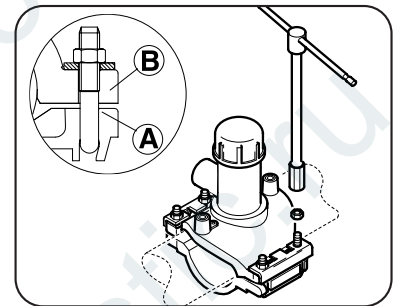
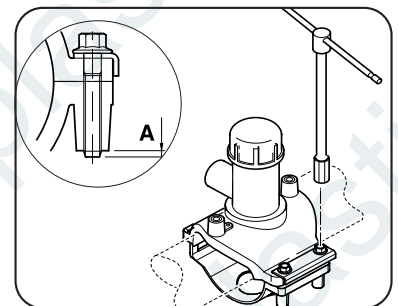
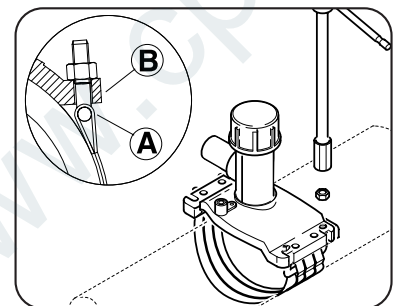

FIG.1
FIG.2
FIG.3
3 (I) - COLLARI CON FONDO STAFFA RIGIDO: Serrare i quattro dadi, utilizzando l'apposita chiave fino a portare a contatto le due semiselle A e B (vedi Fig. 1). - **COLLARI AD ATTACCO RAPIDO:** Bloccare le parti forate della semisella inferiore ai rilievi posti nella parte superiore del collare. Far scorrere la piattina in acciaio sulla parte di fissaggio del collare e serrare le due viti fino a vederle sporgere nella parte inferiore in posizione A (vedi Fig. 2). - **COLLARI CON CINGHIA:** serrare i quattro dadi utilizzando l'apposita chiave fino a portare a contatto il perno A e la semisella B (vedi Fig. 3). **(DE) - SCHELLEN MIT KUNSTSTOFFUNTERTEIL:** Befestigen Sie die vier Schrauben Ziehen Sie so lange an, bis die Schraubverbindung und die Oberseite der Schelle sich berühren (siehe Fig.1). - **BEI ANBOHRSCHELLEN MIT SCHNELLVERSCHLUSS VERBINDEN:** Sie das ausgestanzte untere Teil mit den Verzahnungen im oberen Teil. Schieben Sie das Metallband an den vorgesehenen Platz und benutzen Sie einen Schraubenschlüssel um die beiden Schrauben so lange zu drehen, bis Sie wie in Position A zu sehen sind (Fig. 2). - **SCHELLEN MIT EINEM GURT:** Befestigen Sie die vier Schrauben Ziehen Sie so lange an, bis die Schraubverbindung A und die Oberseite der Schelle B sich berühren (Fig. 3). **(ES) - DERIVACIONES CON LA PARTE INFERIOR DE PLÁSTICO RÍGIDO:** Apretar los cuatro tornillos, usando la llave adecuada hasta poner en contacto la parte inferior y superior de la derivación A y B (ver Fig. 1). - **COLLARES DE ENGANCHE RÁPIDO:** bloquear las partes perforadas de la concha inferior con los relieves de la parte superior del collar. Deslizar la banda de acero encima de la fijación del collar y apretar los dos tornillos hasta que asomen de la parte inferior en la posición (ver fig. 2). - **DERIVACIONES CON CORREA:** Apretar los cuatro tornillos, usando la llave adecuada hasta poner en contacto el tornillo A y la parte superior de la derivación B (ver figura 3). **(F) - SELLE DE DÉRIVATION AVEC COQUILLE RIGIDE:** Serrer les 4 boulons à l'aide de la clef prévue jusqu'à ce que les deux demi coquilles A et B soient en contact (voir fig. 1). - **SELLES DE DÉRIVATION AVEC ACCROCHAGE RAPID:** bloquer les parties trouées de la coquille inférieur avec les reliefs dans la coquille haute. Faire glisser la bande en acier sur le fissage du collier et serrer les deux vis de serrage jusqu'à les voir saillir à côté inférieur en position A (voir fig. 2). - **COLLIER AVEC SANGLE:** Serrer les 4 boulons à l'aide de la clef prévue à cet effet jusqu'à ce que la tige filetée A et la demi selle B sont en contact (voir fig.3). **(GB) - TAPPING TEE WITH PLASTIC UNDERCLAMP:** Use a wrench to tighten the four screw nuts until top and bottom part A and B come into tight contact (see fig.1). - **TAPPING TEES WITH RAPID JOINT:** hook the square holes of the underclamp to the teeth on the upper part; line up the metal spacer and use a wrench to tighten the two screws until they are in position A in the lower part (feel the screws sticking out the botton - see fig. 2). - **TAPPING TEE WITH BELT:** Use a wrench to tighten the four screw nuts until the threaded connector A and the top part of tapping tee B meet (see fig. 3). **(NL) - AFTAKKING MET**
EEN HARDE SCHAAL: Span de 4 bouten aan met de aangepaste sleutel, tot dat de twee halve schelpen A en B elkaar raken (zie fig.1). - **AFTAKKING ZADELS MET VASTE SCHALEN:** blokkeer het spanstuk van de onderste schaal met de bouten van de bovenste schaal. Schuif het aanspanstuk op zijn plaats en schroef de bouten aan totdat deze zichtbaar zijn aan de onderkant van de onderste schaal in positie A (zie fig.2) - **EEN ZADELAFTAKKING MET SINGEL:** Span de 4 bouten aan met de aangepaste sleutel, tot dat de twee halve schelpen A en B Tot aan de inkeping van de bout A en de halve schaal B (zie fig.3). **(RU) СЕДЕЛКИ С ЖЕСТКОЙ ОТВЕТНОЙ ЧАСТЬЮ:** Затянуть четыре болта при помощи специального ключа таким образом, чтобы две половины седелки A и B соприкасались (см. рис. 1). – **СЕДЕЛКИ БЫСТРОЙ СБОРКИ:** Закрепить перфорированные ответные части на выступах верхней части седелки. Надеть фиксирующую пластину из стали на фиксирующую часть седелки и затянуть два винта до тех пор, пока они не будут видны в нижней части в позиции A (см. рис.2) – **СЕДЕЛКИ С РЕМЕННОЙ ОТВЕТНОЙ ЧАСТЬЮ:** затянуть 4 болта при помощи специального ключа до соприкосновения стержня A и седла B (см. рис. 3).